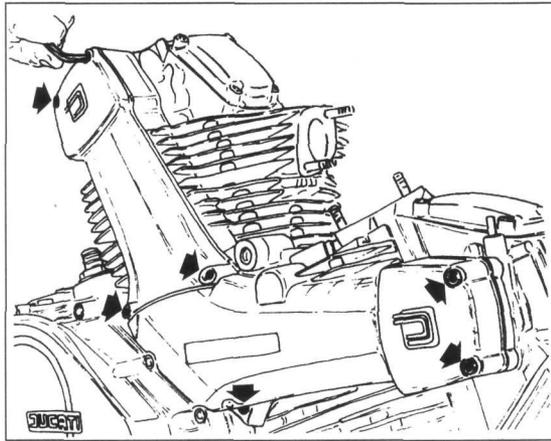

Bild 29
- M 600/750: Befestigungsschrauben der Riemen-Abdeckung ausdrehen (Bild 29) und Abdeckung abnehmen.